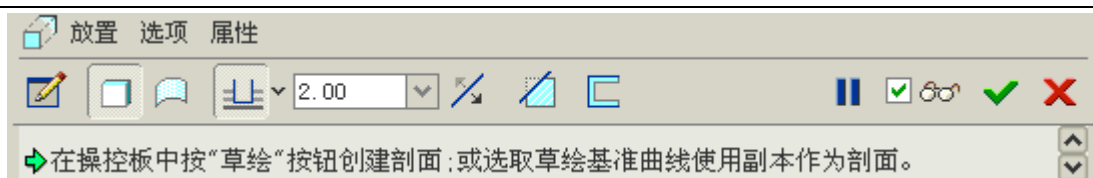

图 59-21
- (1) 单击特征工具栏中的  ，打开拉伸特征操控板，各选项设置如图 59-21 所示。